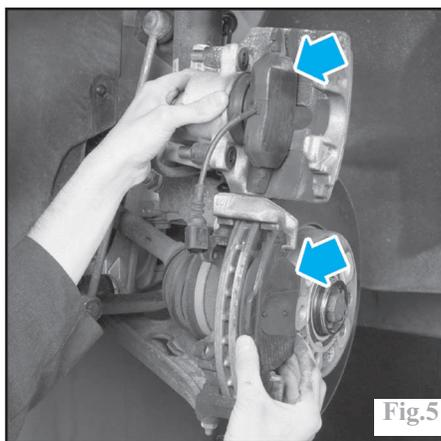

Fig.5
-l'étrier vers le haut puis récupérer la plaquette intérieure clipée sur le piston de l'étrier et la plaquette extérieure restée sur le support d'étrier (Fig.5).